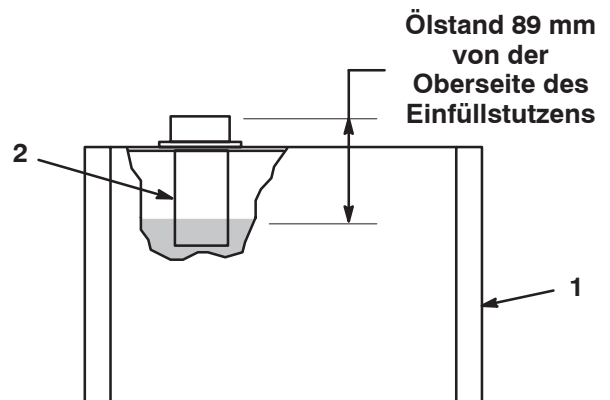

Bild 16
2. Nehmen Sie den Deckel vom Tank ab und prüfen Sie den Ölstand. Der Ölstand darf ungefähr 89 mm unter der Oberseite des Einfüllstutzens stehen (Bild 16).